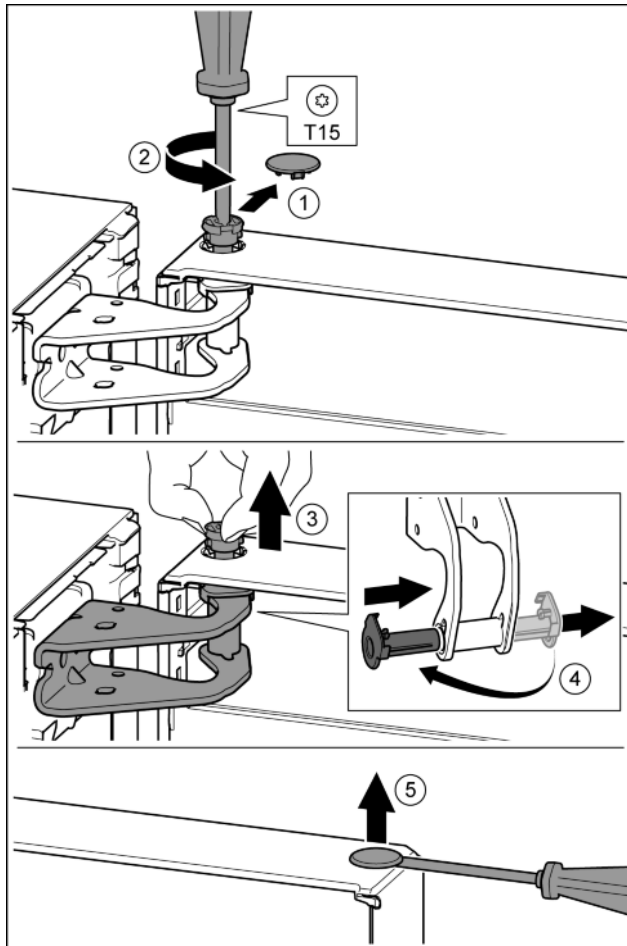

Fig. 12
- ▶ Свалете внимателно предпазния капак. Fig. 12 (1)
- ▶ С отвертка T15 отвийте малко болта. Fig. 12 (2)
- ▶ Дръжте здраво вратата и с пръсти извадете болта. Fig. 12 (3)
- ▶ Извадете лагерната втулка от водача. Поставете от другата страна и фиксирайте. Fig. 12 (4)
- ▶ С плоска отвертка внимателно повдигнете тапата от лагерната втулка на вратата и я извадете. Fig. 12 (5)